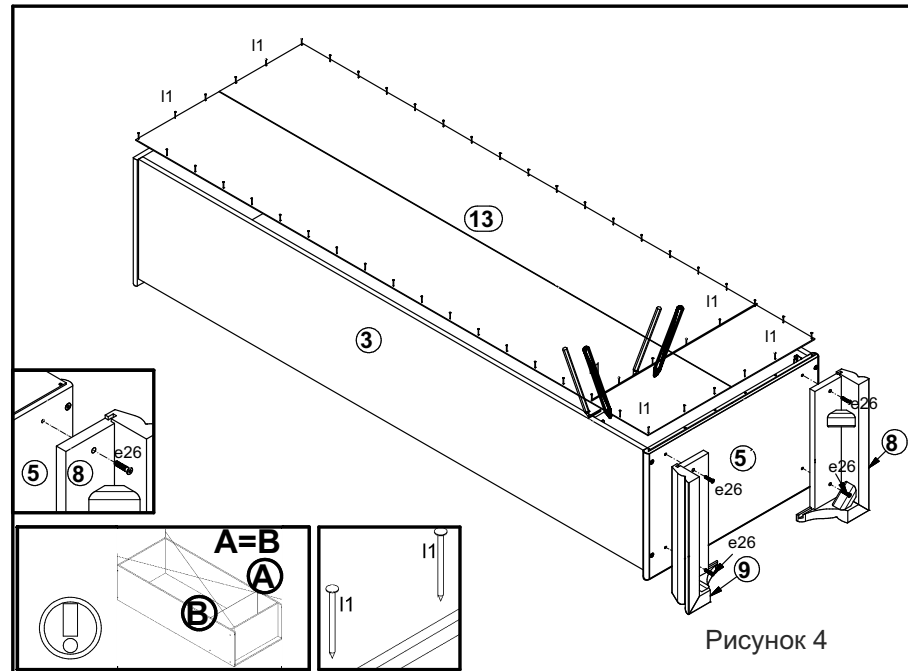

Рисунок 4
10. Закрепить ноги 8, 9 к щиту нижнему 5 конформатами e26 при помощи ключа z1 (см. рис. 4).
11. Положить корпус шкафа фасадными кромками вниз на ровную поверхность и выровнять его, измеряя рулеткой расстояние между противоположными углами по диагонали. Расстояния должны быть равными (см. рис. 4).